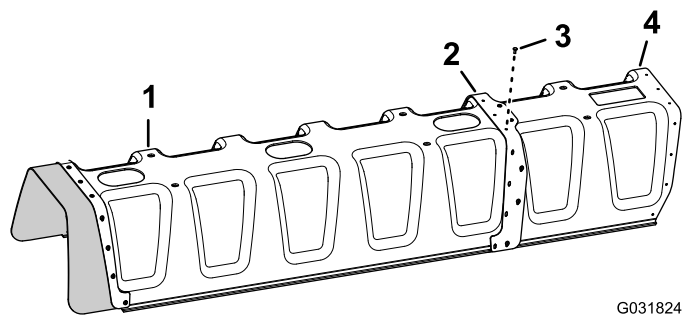

Рисунок 147
4. Прикрепите удлинитель кожуха к кожуху секции с 11 соплами (Рисунок 147) при помощи 11 закладных заклепок (номер 114439 по каталогу Toro)